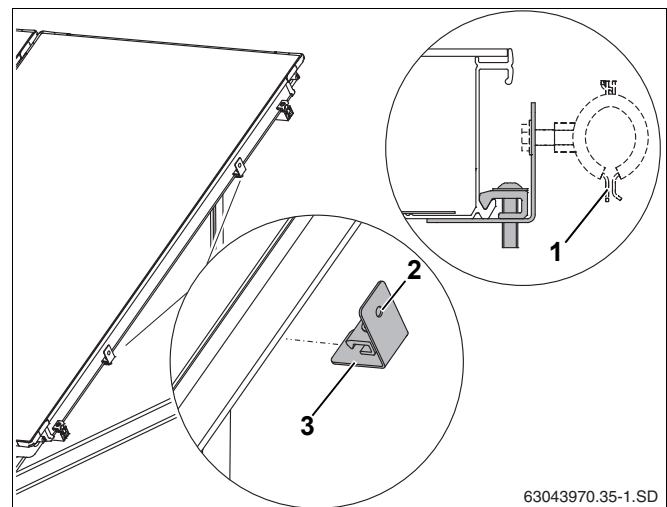

Рис. 56 Крепление держателя к раме коллектора
Мы рекомендуем применять обычные хомуты для труб (рис. 56, **поз. 1**) для крепления сборных линий в отверстиях с резьбой M8 на держателе (рис. 56, **поз. 2**).
- ▶ Установите держатель (рис. 56, **поз. 3**) на раму коллектора и затяните винт ключом SW5.